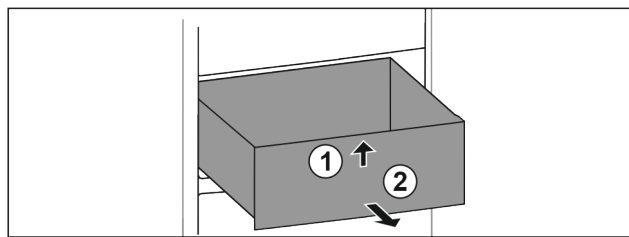

Fig. 28
- Lyft upp utdragslåda framtill. Fig. 28 (1)
- Ta ut utdragslåda genom att dra den framåt. Fig. 28 (2)